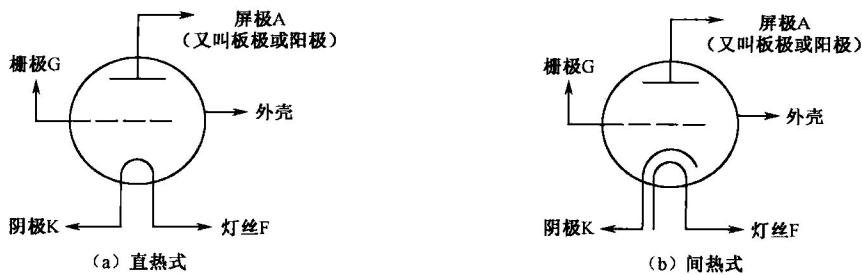

图 1-6 三极电子管的电路图形符号
三极电子管由外壳、灯丝 F、屏极（也称板极或阳极）A、栅极 G、阴极 K 及引脚等组成，如图 1-6 所示。其中，灯丝用来加热阴极。阴极 K（类似于半导体三极管的发射极和场效应管的源极）在温度升高到一定值时开始发射电子。栅极 G（也称控制栅极，类似于半导体三极管的基极和场效应管的栅极）用来控制阴极发射电子的数量，即控制阴极电流的大小。屏极 A（类似于半导体三极管的集电极和场效应晶体管的漏极）用来收集阴极所发射的电子。阴极发射电子的基本条件是：阴极本身必须具有相当的热量。阴极又分两种，一种是直热式，它由电流直接通过阴极使阴极发热而发射电子；另一种称间热式阴极，其结构一般是一个空心金属管，管内装有绕成螺线形的灯丝，加上灯丝电压使灯丝发热从而使阴极发热而发射电子，现在日常用的多半是这种电子管。由阴极发射出来的电子穿过栅极金属丝间的空隙而达到屏极，由于栅极比屏极离阴极近得多，因而改变栅极电位对屏极电流的影响比改变屏极电压时大得多，这就是三极管的放大作用。换句话说，就是栅极电压对屏极电流的控制作用。我们用一个参数跨导 (S) 来表示。另外还用一个参数 μ 来描述电子管的放大系数，它的意义是：说明栅极电压控制屏极电流的能力比屏极电压对屏极电流的作用大了多少倍。
三极电子管一般用于放大电路中，它按阴极的加热方式可分为直热式阴极三极电子管和间热式阴极三极电子管。图 1-6 所示是三极电子管的电路图形符号。